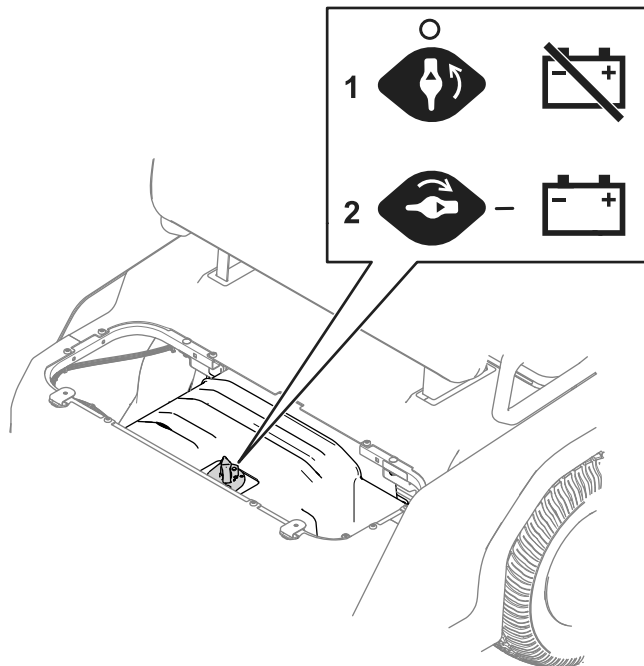

Figura 34
3. Gire el interruptor de desconexión de la batería a la posición que desee, tal y como se muestra en la Figura 34.